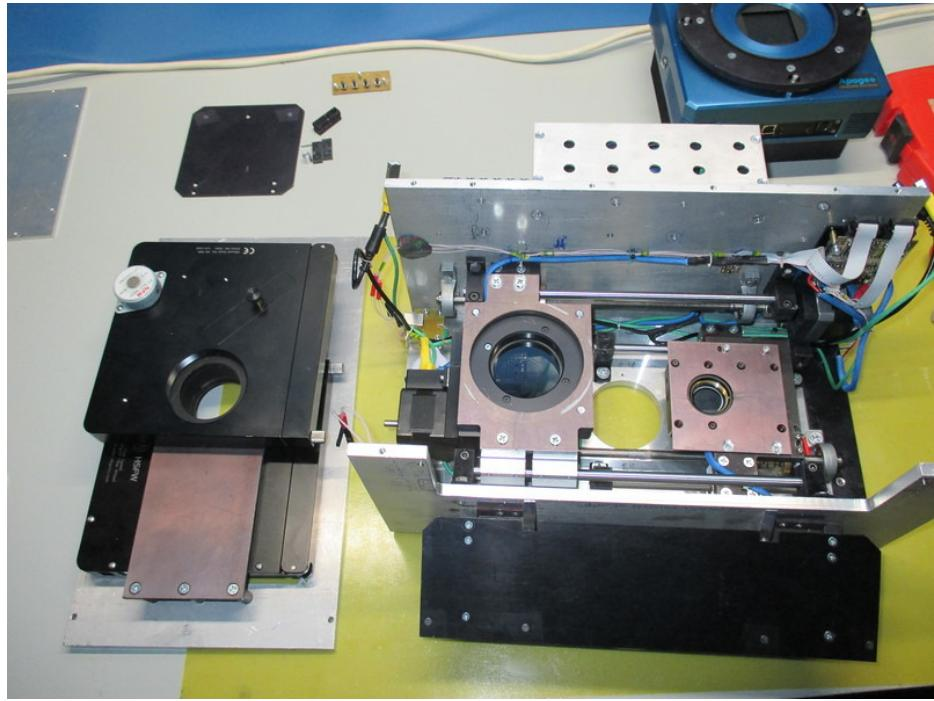

Рис. 16: Отделена панель с креплением турелей.
**3.** Отсоединить проводники USB и питания турелей, снять верхнюю плиту ММРР, на которой размещен узел крепления турелей (см. рис. 16).